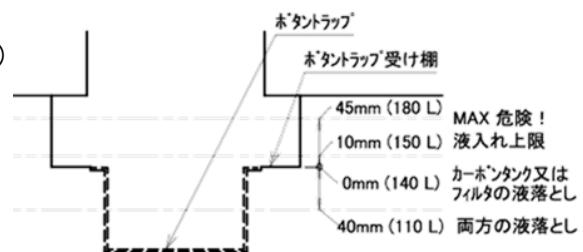

図 11-2
- ・ DO101 ボタントラップ受け板を基準に液量を確認 (図 11-2)